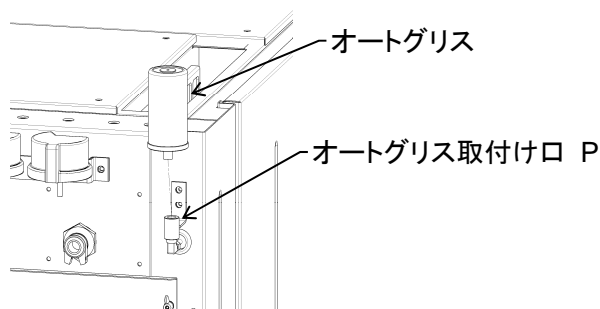

図 5-2
- ・ 付属品のオートグリスをオートグリス取付け口 P に取り付けます。(図5-2)